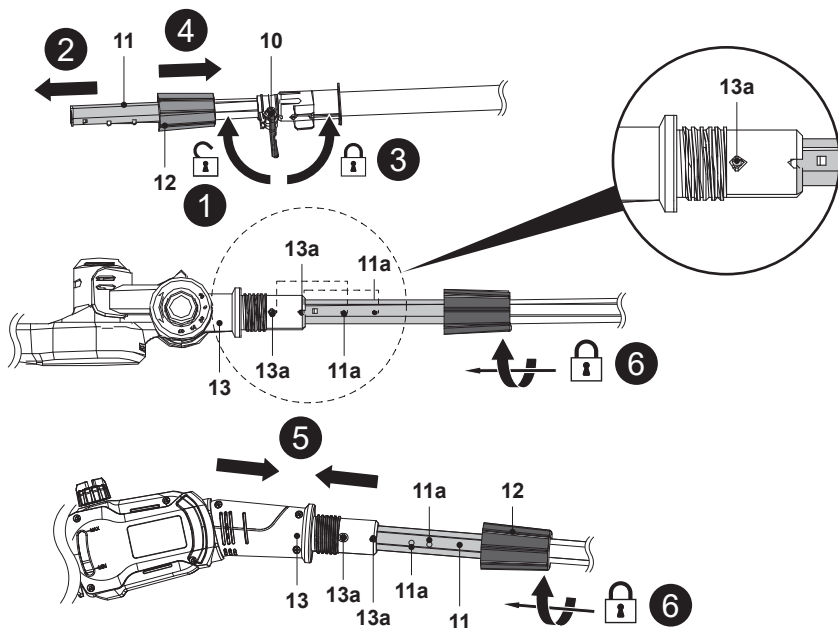

Fig. 2
1. Slăbește pârghia de blocare (10) (fig. 2, pasul 1) și trage afară tija prelungitoare (11) (fig. 2, pasul 2), apoi strânge pârghia de blocare (10) (fig. 2, pasul 3).
2. Mută manșonul de blocare (12) înapoi pe tija prelungitoare (11) (fig. 2, pasul 4).
3. Alege o unitate de tăiere adecvată, apoi aliniază tija prelungitoare (11) cu suportul tijei (13) și introdu-o. Asigură-te că piciorușele (11a) intră în găuri (13a) pentru o conectare sigură (fig. 2, pasul 5).
4. Montează manșonul de blocare (12) pe filetul suportului de tijă (13) și strânge-l în sens orar pentru a fixa prinderile (fig. 2, pasul 6).